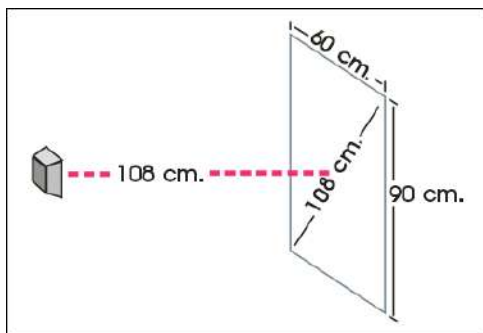

Imagen 228\_01
- Entonces el foco o lámpara no debe ser ubicada a menos de 108 cm del centro del vidrio (Imagen 228\_01).